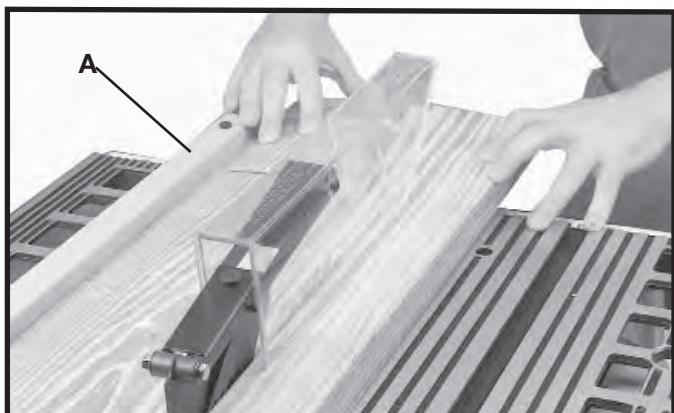

Fig. 40
O corte longitudinal é realizado em toda a extensão da prancha. A guia de corte (A) Fig. 40 é usada para posicionar e guiar a peça. Uma das margens da peça corre em contato com a guia de corte, enquanto o lado plano da prancha se acomoda na bancada. Como a peça é empurrada ao longo da guia de corte, ela deve ter uma margem reta e entrar em contato com a bancada. Deve ser usada uma proteção para a lâmina da serra. A proteção possui retentores que evitam retrocessos e um separador, para evitar que entalhes da madeira fechem ou prendam a lâmina.
1. Ligue o motor e introduza a peça segurando-a e pressionando-a contra a guia de corte. Nunca se posicione na linha de corte da serra durante a realização do corte longitudinal. Segure a peça com as duas mãos e empurre-a ao longo da guia de corte introduzindo-a na lâmina da serra (Fig. 40). Em seguida, a peça pode ser introduzida na lâmina da serra com uma ou duas mãos. Depois que a peça estiver além da lâmina da serra e dos retentores anti-retrocesso, solte a peça. Ao fazer isso, a peça ficará na bancada, inclinar-se-á levemente para cima e será travada pela extremidade da proteção traseira, ou escorregará para fora da bancada e para o chão. Ou a introdução da peça pode continuar até a extremidade da bancada; e depois a peça é levantada e trazida ao longo da margem externa da guia de corte. O material cortado permanece na bancada e não é tocado até que a lâmina da serra esteja parada, a não ser que seja um pedaço grande, que possa ser retirado de forma segura. Ao cortar longitudinalmente peças maiores que 90 cm, utilize um suporte na parte traseira da serra para evitar que a peça caia da bancada da serra.